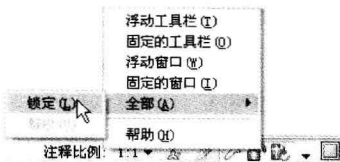

图 1-6 “锁定”按钮和菜单
(5) 选择“窗口”→“锁定位置”→“全部”→“锁定”命令,或单击状态栏上的“锁定”按钮,调出“锁定”菜单,如图 1-6 所示。在该菜单中单击需要锁定的选项,锁定工具栏和命令面板的位置,防止它们意外地移动。“锁定”按钮的图标  表示为锁定状态,图标  表示为未锁定状态。
(6) 选择“工具”→“工作空间”→“将当前工作空间另存为”命令,或在“工作空间”工